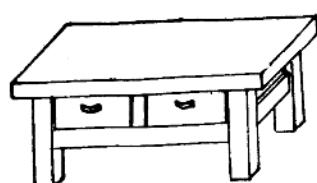

图 1-1 钳台
(1) 钳台 钳台是钳工工作的主要设备(图1-1)。它是用来安装台虎钳，放置工具和工件用的。钳工的基本操作大都在钳台上进行。钳台是用木料或钢料来制作的。其高度约800~